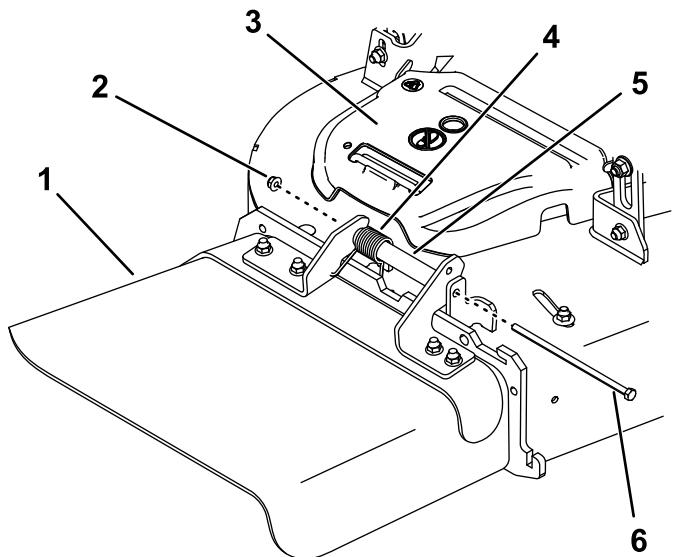

Figura 1
2. Remova a cobertura da correia (Figura 1).
1. Retire o parafuso (5/16 pol. x 7½ pol.) e porca (5/16 pol.) que prende a calha de descarga à plataforma. Retire a calha, mola e espaçador (Figura 1).